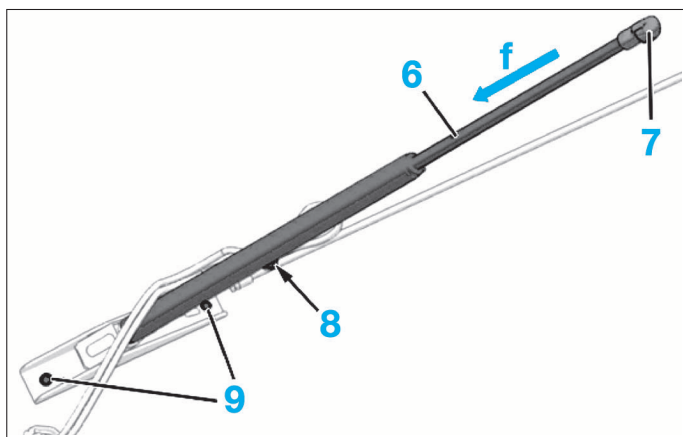
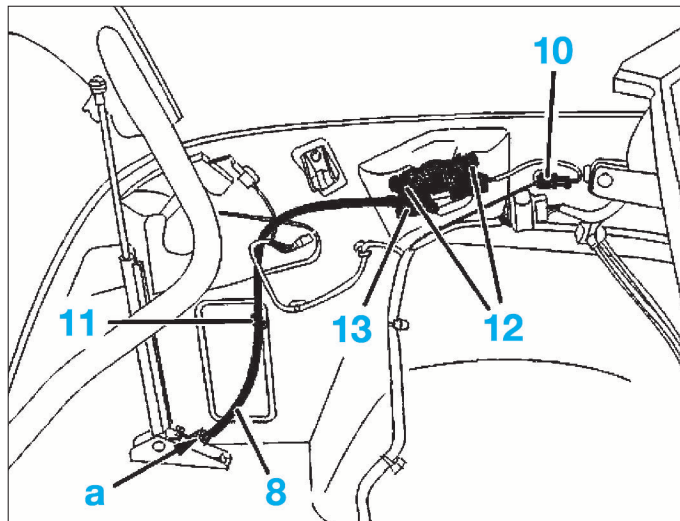
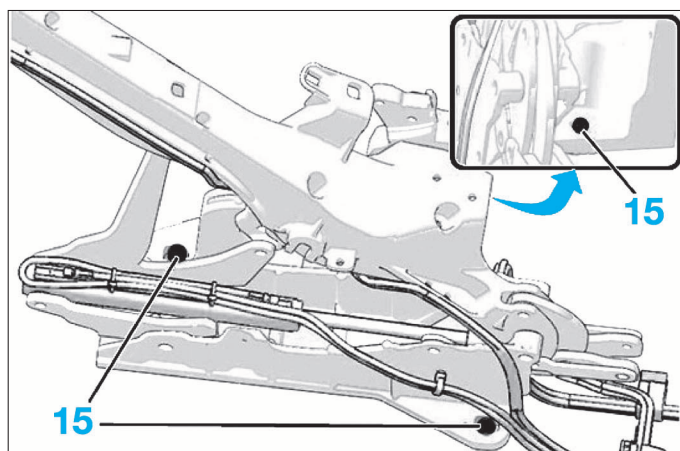

FIG. 85
FIG. 86
FIG. 87
- Dégrafer la fixation (7) du vérin (6) (Tube de coffre) (Fig.85).
- Déposer les fixations (9) de la chape du vérin sur le plancher de coffre.
- Coffre ouvert en position intermédiaire (vers l'arrière), débrancher le connecteur (10) (Fig.86).
- les vis de fixation (12)
- la serrure (13).
- Dégrafer le câble de l'arrêt de gaine (8) en (a) (Fig.85 et 86).
- Dégager le câble (8) de l'agrafe (11).
- Comprimer le vérin (6) (Fig.85).
- Dégager et déposer le vérin (6).
- Déposer les vis (15) du mécanisme d'articulation du toit escamotable (Fig.87).